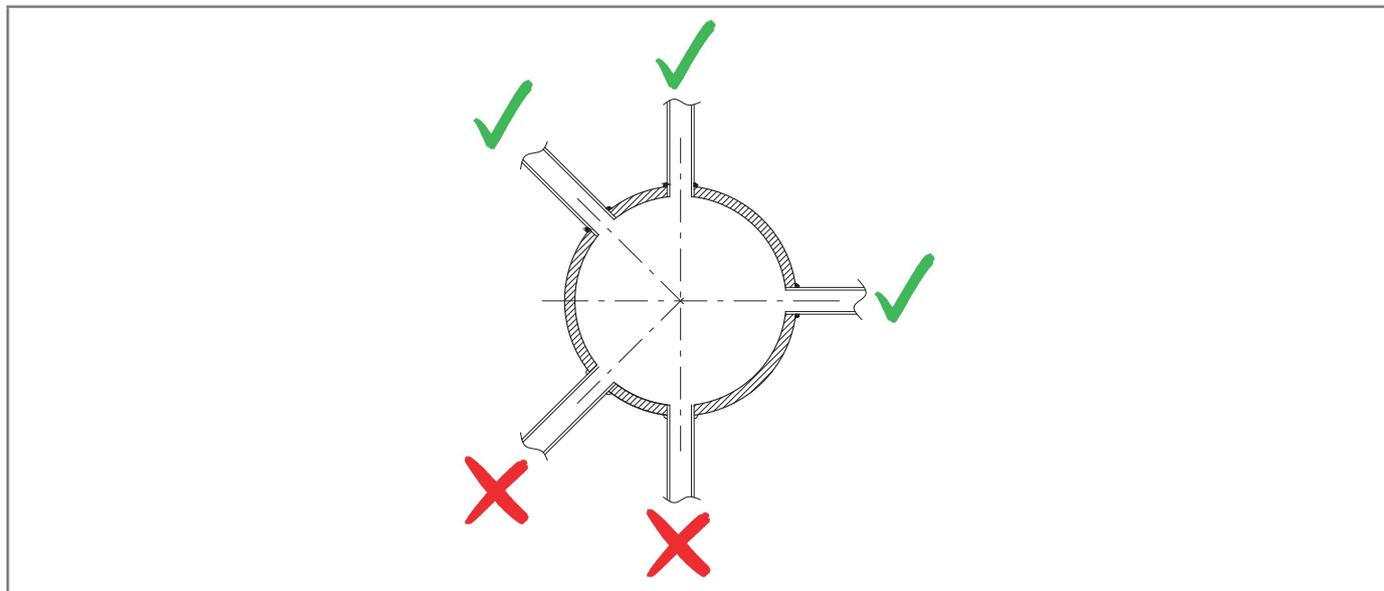

Рис. 6.15. Приваренные крепления на трубопроводе
- фитинги пневматического соединения всегда привариваются к верху или к горизонтальной оси самой трубы (см. Рис. 6.15);